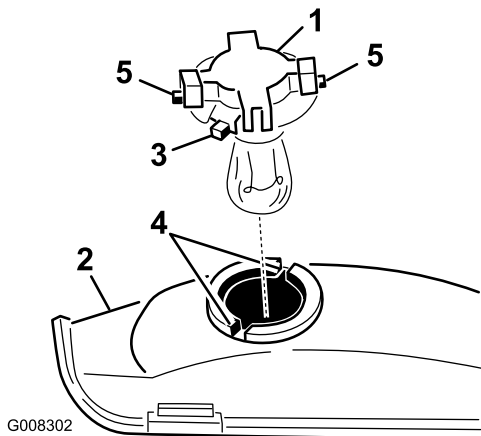

Figura 31
7. Gire el portalámparas 1/4 de giro en sentido contrario a las agujas del reloj y retírelo del reflector (Figura 31).
3. Alinee las pestañas del portalámparas (Figura 31) con las ranuras del reflector.